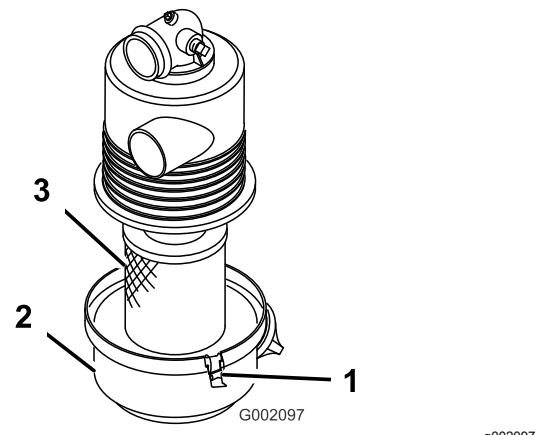

Figura 26
3. Insira o elemento do filtro de ar na caixa do filtro (Figura 26).
4. Alinhe a cobertura do filtro de ar com a caixa do filtro de ar, e prenda a cobertura à caixa com os trincos (Figura 26).